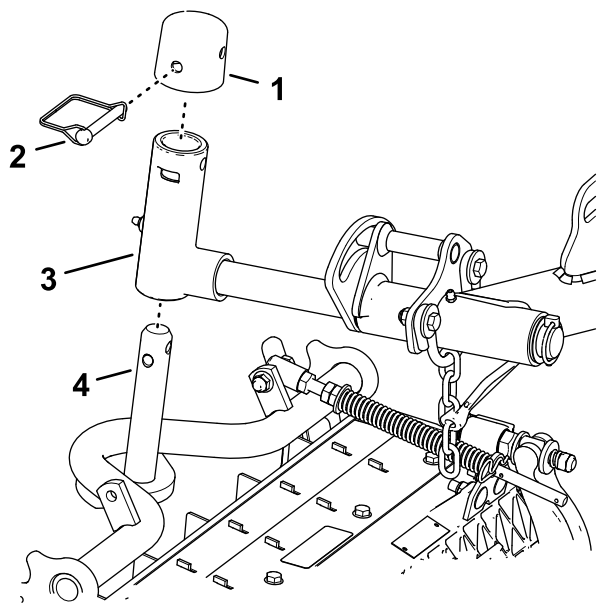

Figure 24
- Glissez une unité de coupe sous le bras de levage (Figure 24).